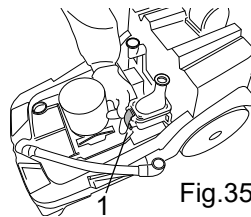

Fig.35
- Ta lokket av strupeventilen ved å løsne spaken (fig. 35 - ref. 1).